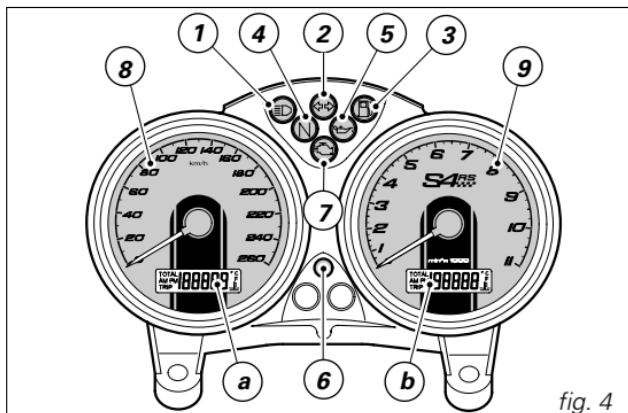
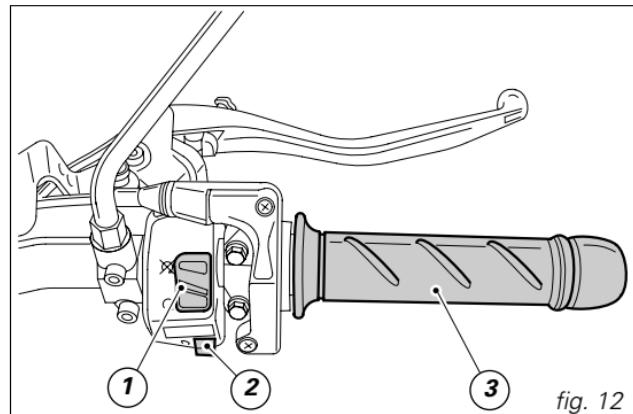

fig. 4
fig. 12
## **Tableau de bord (fig. 4)**
Cette procédure permet donc à l'utilisateur de désactiver la fonction « blocage du moteur » en cas de problèmes avec le système anti-démarrage ; la désactivation est signalée par le témoin ambré **EOBD** (7, fig. 4).
Le témoin EOBD (7, fig. 4) s'éteint après 8 secondes.
1) si le code est reconnu, le témoin (6, fig. 4) sur le tableau de bord, émettra un bref clignotement ; le système antivol a reconnu le code de la clé et désactive le blocage du moteur. En appuyant sur le bouton START (2, fig. 12), le moteur démarre ;
2) si le témoin (6, fig. 4) ou le voyant EOBD (7, fig. 4) reste allumé, il signifie que le code n'a pas été reconnu. Dans ce cas, il est conseillé de ramener la clé sur la position OFF, puis de la remettre sur la position ON ; si le blocage persiste, faites une nouvelle tentative avec l'autre clé noire fournie. S'il est encore impossible de démarrer le moteur, faire appel au réseau d'assistance DUCATI.
3) Si le témoin (6, fig. 4) clignote, il signifie qu'un signal du système anti-démarrage (immobilizer) a été restauré (par exemple, avec la procédure de déblocage à l'aide de la poignée des gaz). En ramenant la clé sur OFF puis de nouveau sur ON, le témoin du système anti-démarrage devrait recommencer à fonctionner normalement (voir point 1).
## **Comodo droit** (fig. 12)
## **Poignée des gaz** (fig. 12)